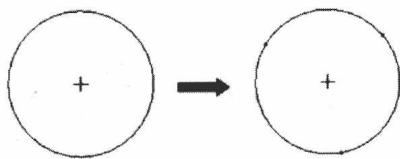
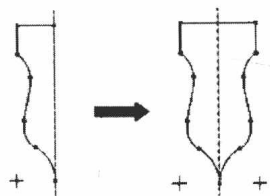

图 1-1-8 分割图元
图 1-1-9 镜像
③ 分割。单击“删除段”按钮旁边的黑色小三角，在展开的子工具栏中单击按钮，再在几何图元上单击要分割的位置即可分割图元。示例如图 1-1-8 所示，圆被分割成了三段，图中出现了 3 个小黑点。
(2) 删除。首先激活“选取项目”按钮, 然后选择需删除的几何图形，再直接按键盘上的 Delete 键即可删除所选图形。也可右击需删除的几何图形后，在弹出的快捷菜单上选择“删除”命令或通过执行“编辑”→“删除”命令将其删除。
(3) 镜像。利用“镜像”命令可以大大提高具有对称属性图形的绘制效率。需要注意的是，只有当草绘图形中存在中心线时，才能够执行“镜像”命令。“镜像”命令的操作步骤为：①选择要镜像的原始图形。②单击“镜像”按钮, 系统弹出“镜像”操控面板。③根据系统提示选取作为镜像基准的中心线。最后单击操控面板中的“完成”按钮, 结果如图 1-1-9 所示。